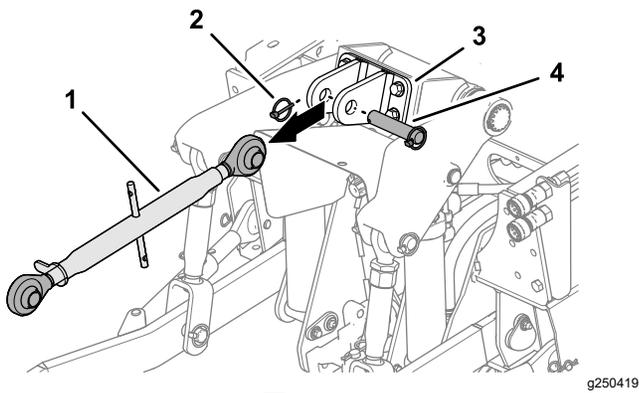

図 25
3. 上部リンクブラケットが付いている場合には、そこからリンチピン、クレビスピン、上側3点リンクを外す 図 25。